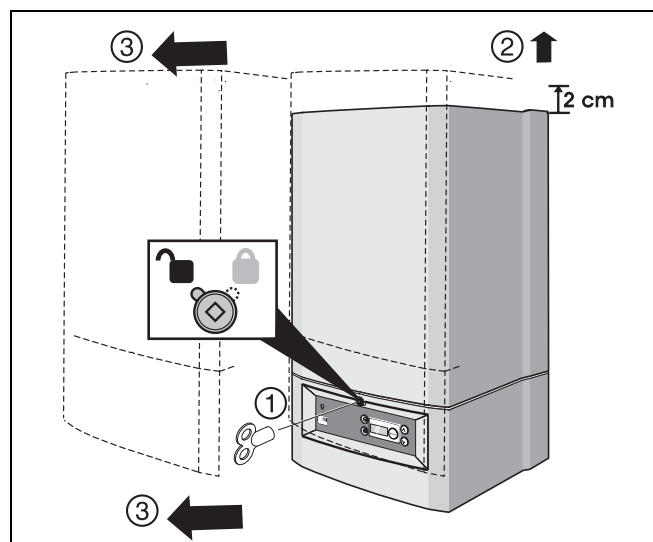

Рис. 16 Удаление кожуха
- Ослабить стопорный винт с помощью ключа и снять кожух (рис. 16).